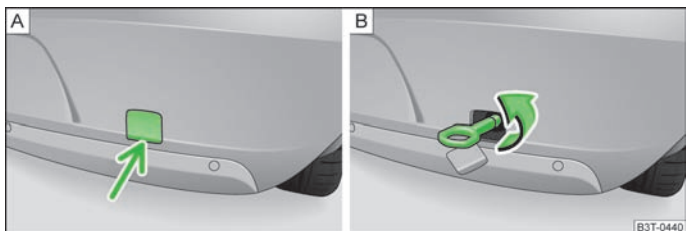

Fig. 185 Pare-chocs arrière : Démontage du capuchon/montage de l'oeillet de remorquage
- Appuyez sur la partie inférieure du capuchon dans le pare-chocs arrière » fig. 185 - A) et extrayez-le.
- Vissez l'oeillet de remorquage vers la gauche jusqu'à ce qu'en butée » fig. 185 - B) et serrez celui-ci aussi fermement que possible. Pour le serrage, nous recommandons d'utiliser par ex. la clé démonte-roue, l'oeillet de remorquage d'un autre véhicule ou un objet analogue pouvant passer au travers de l'oeillet.